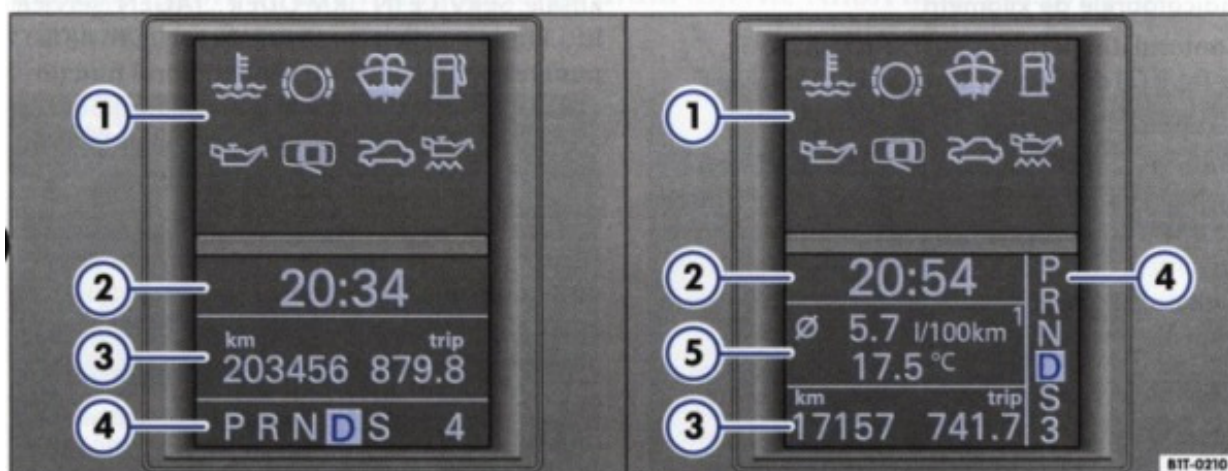
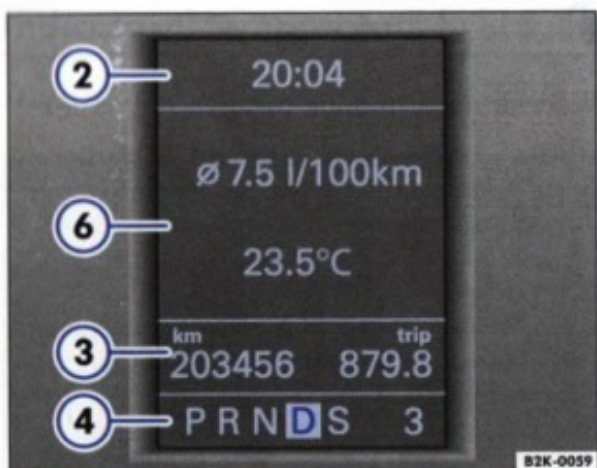

Fig. 7 Display-urile din tabloul de bord: În partea stângă fără, în partea dreaptă cu indicator multifuncțional ▶
Fig. 8 Display-ul din tabloul de instrumente: Indicatorul multifuncțional la autovehiculele echipate cu sistem de navigație sau cu încălzire în staționare
Contorul din partea stângă ⇒ pagina 9, fig. 7", ⇒ fig. 8 ③ din display înregistrează întreaga distanță parcursă.